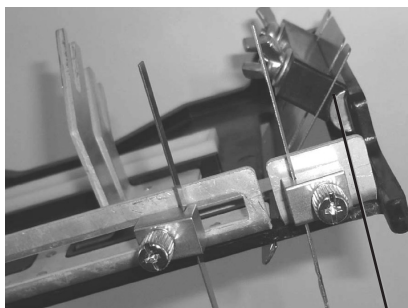

Fig. 1 Plaque de guidage
2. Fixer la lame dans les supports de lame (fig. 1) sur le côté avant de la pièce de glissement et adapter la forme, la profondeur et la largeur souhaitées en conséquence (exemple vf. fig. 2). La longueur de la lame peut être adaptée avec une cisaille à tôle correspondante.
3. Régler pour les coupes angulaires l'angle et la profondeur de la plaque de guidage inférieure conformément aux exigences (cf. fig. 1).